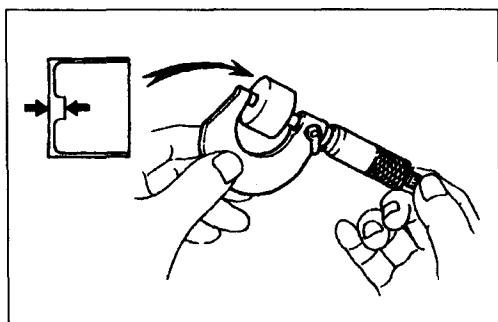

图 1-16
(13)如图1-16所示,用螺旋测微器测量拆下的气门挺柱的厚度。